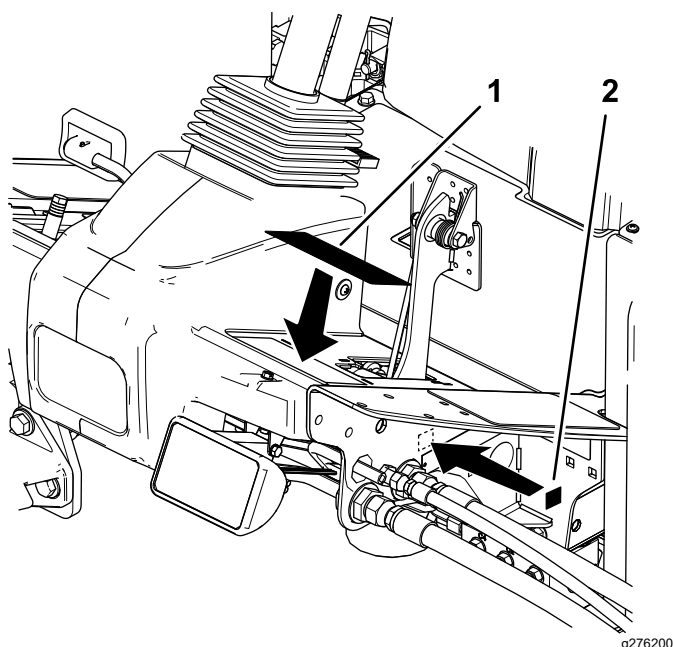

Figure 3
pièces détachées sur l'autocollant existant (Figure 3).
- Apposez l'autocollant CE près de la plaque du numéro de série sur la machine (Figure 3).